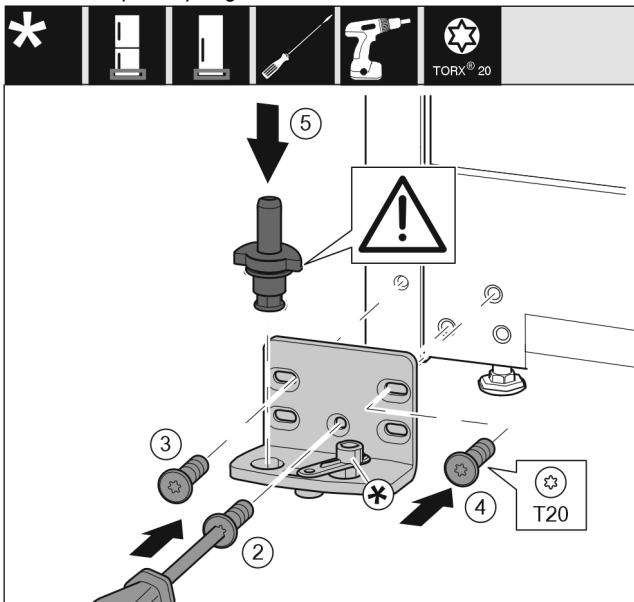

Fig. 14
- Установите опорный кронштейн с другой стороны и прикрутите с помощью отвертки T20. Начинайте с винта 2 снизу в центре. Fig. 14 (2)
- Затяните винты 3 и 4. Fig. 14 (3,4)
- Установите опорный палец в сборе. При этом следите за тем, чтобы выступ фиксатора был направлен назад. Fig. 14 (5)